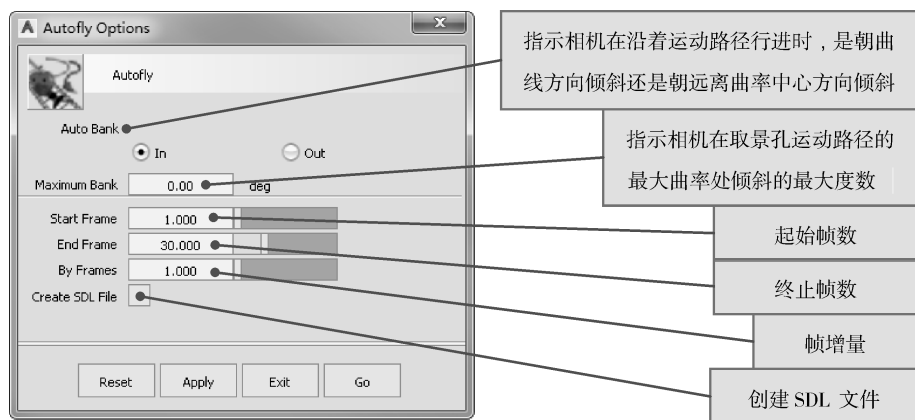

图 7-38 【Autofly Options】对话框
- 01 执行菜单栏中【Animation】|【Tools】|【Autofly】命令，打开【Autofly Options】对话框，如图 7-38 所示。